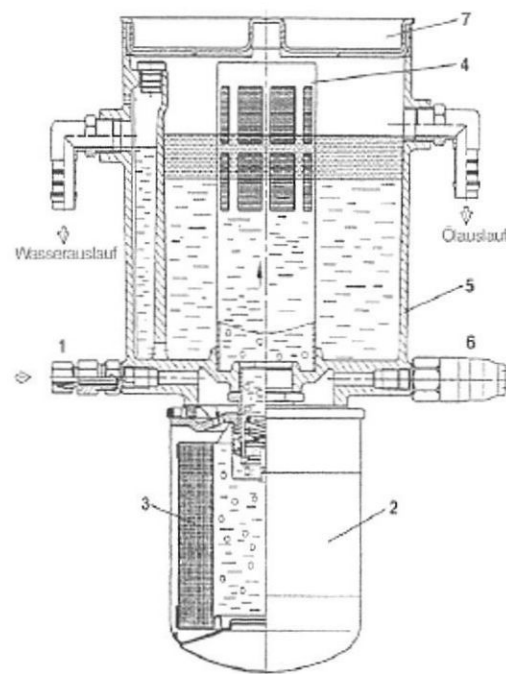
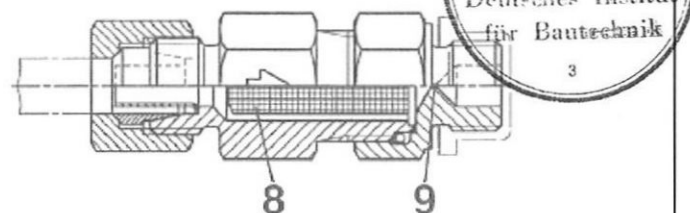

Bild 1: Öl-Wasser-Trenngerät
Bild 2: Verschraubung
Das Kondensat wird über den Eintrittsstutzen (Pos 1, Bild 1) dem ÖWT zugeführt. Um ein Aufschäumen und/oder Überlaufen zu verhindern, ist darauf zu achten, dass sich im Kondensat keine Lufteinschlüsse bilden (siehe Kap. 4). Aufgrund des Systemdruckes durchströmt das ölhaltige Kondensat zunächst die Öl-Wasser-Trennbox (Pos 2, Bild 1).
Darin vereinigen sich die im Wasser feinst verteilten Öltröpfchen beim Durchströmen eines Elementes (Pos. 3, Bild 1) zu größeren Tropfen. Der Dichteunterschied zum Wasser lässt die Öltröpfchen nach oben steigen. Ein Siebrohr (Pos 4, Bild 1) im Behälter (Pos. 5, Bild 1) unterstützt die Trennung von Öl und Wasser. Ein erforderlicher Wechsel der Öl-Wasser-Trennbox wird durch ein elektrisches Signal des Wartungsschalters (Pos. 6, Bild 1) angezeigt.
- Leitungen für Zulauf, Wasserauslauf und Ölauslauf anschließen (siehe Bild 1).
- Wartungsschalter (Pos. 6, Bild 1) anschließen.
- Deckel (Pos. 7, Bild 1) abnehmen.
- Kontrollieren, ob das Siebrohr (Pos. 4, Bild 1) fest in der Ringnut des Gehäuses (Pos. 5, Bild 1) steht. Ein Aufschwimmen des Siebrohres führt zur Funktions-Unmöglichkeit!
- Das Gehäuse (Pos. 5, Bild 1) mit angeschraubter Öl-Wasser-Trennbox (Pos. 2, Bild 1) bis zur Wasseraustrittsöffnung mit Wasser füllen.
- Deckel (Pos. 7, Bild 1) aufsetzen.
Die Öl-Wasser-Trennbox (Pos. 2, Bild 1) muss beim Ansprechen des Wartungsschalters (Pos. 6, Bild 1), spätestens jedoch nach 2000 Betriebsstunden, bzw. einmal jährlich getauscht werden.
- Öl-Wasser-Trennbox (Pos. 2, Bild 1) mit Hilfe eines Bandschlüssels abschrauben. Beim Abschrauben wird automatisch ein Rücklaufsperrventil geschlossen, um ein Leerlaufen des Behälters zu verhindern.
- Siebrohr (Pos. 4, Bild 1) regelmäßig, vor allem bei kalter Witterung, auf Durchgängigkeit prüfen und ggfs. reinigen.
- Verschraubung am Zulauf (Pos. 1, Bild 1) je nach anfallendem Schmutz (z.B. Rostpartikel) regelmäßig zerlegen und Filtereinsatz (Pos. 8, Bild 2) und Bohrung (Pos. 9, Bild 2) reinigen.